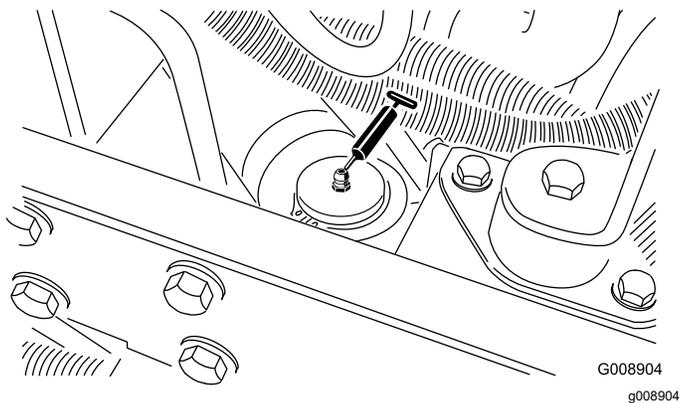

**Figura 40**
- Pivote tensor de la correa (Figura 40)